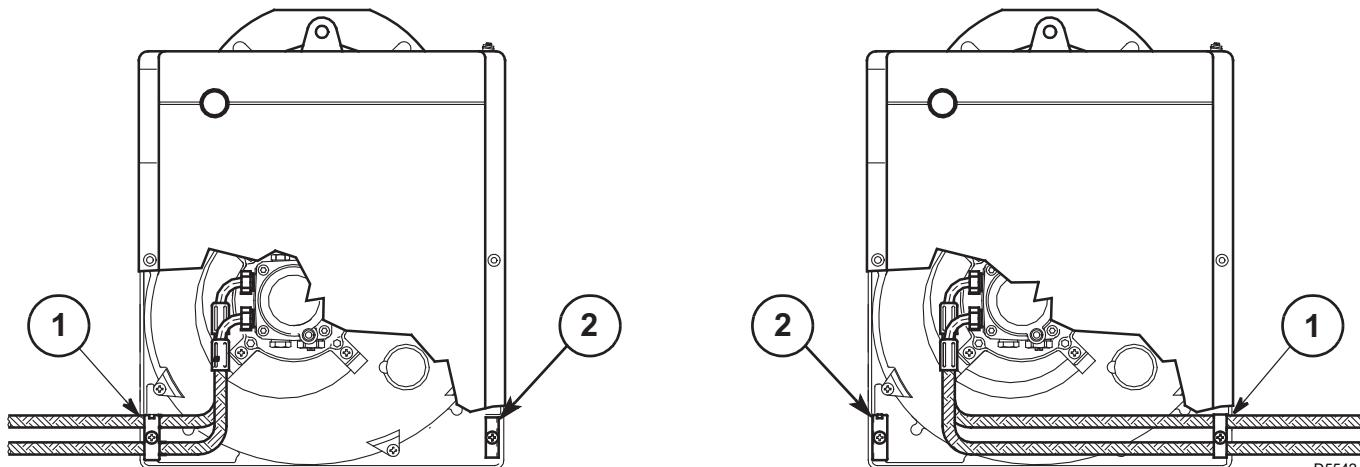

Fig. 7
Le brûleur est prééquipé pour recevoir les tubes d'alimentation du fioul des deux cotés. Selon que la sortie des flexibles est à droite ou à gauche, il peut y avoir lieu de changer l'emplacement de la plaque de fixation (1) avec celle d'obturation (2), (voir Fig. 7).